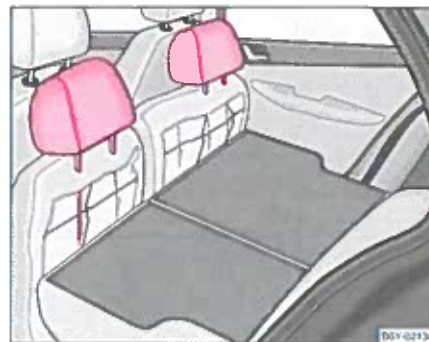

Fig. 53 Bagsæde:
- Die Kopfstützen können in die entsprechenden Öffnungen der vorgeklappten Rücksitzbank eingesteckt werden ⇒ side 68, fig. 53.